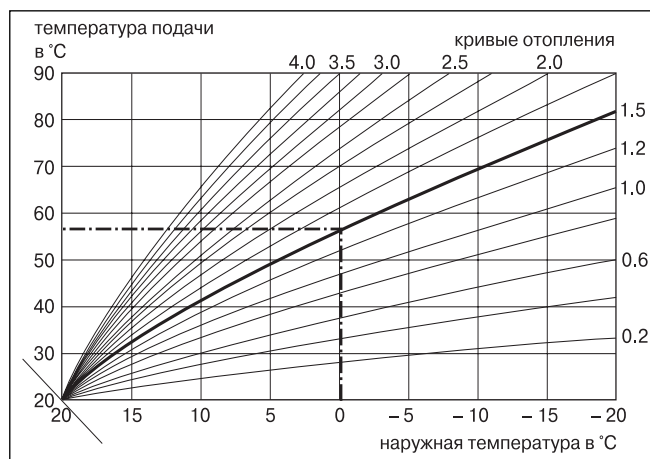

Рис. 4.15 Диаграмма с кривыми отопления для заданной комнатной температуры 20 °C
*Взаимосвязь между наружной температурой и необходимой температурой подающей линии отопления отображается на диаграмме различными кривыми отопления (см. рис. 4.15). Каждая кривая отопления (0.2 - 4.0) отображает для соответствующей наружной температуры (горизонтальная ось диаграммы) значение температуры подающей линии отопления (вертикальная ось диаграммы).*
⇒ Поворачивайте правый задатчик, пока не отобразится необходимое значение (возможны значения от 0.2 до 4.0, см. рис. 4.15).